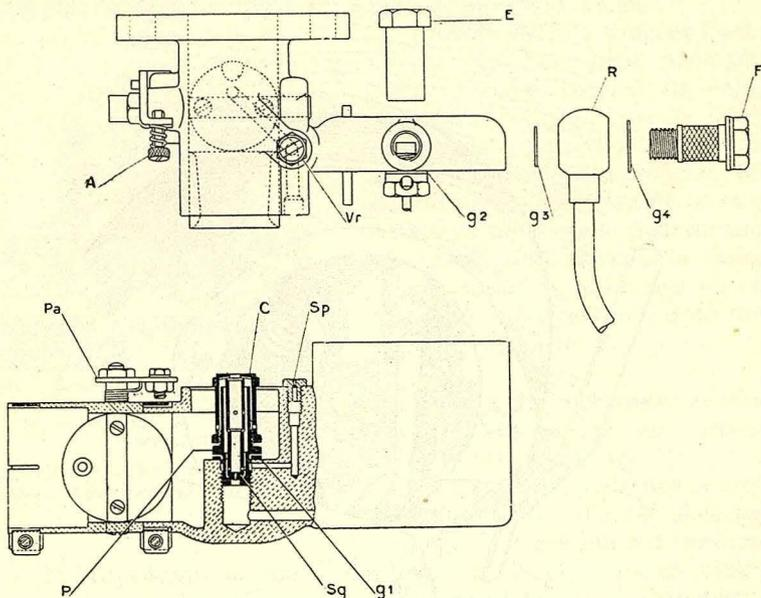

Fig. 34. — Carburateur Solex M.O.V.T. 40.
**Marche au ralenti.** — On fait varier la vitesse du moteur à bas régime en faisant tourner la vis d'arrêt *A* (fig. 34) qui limite la fermeture du papillon du carburateur. Une deuxième vis *Vr* qu'on appelle